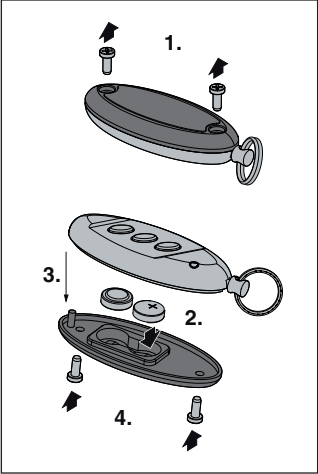

Fig. 2
3.1 Batterien wechseln/einlegen (Fig. 2)